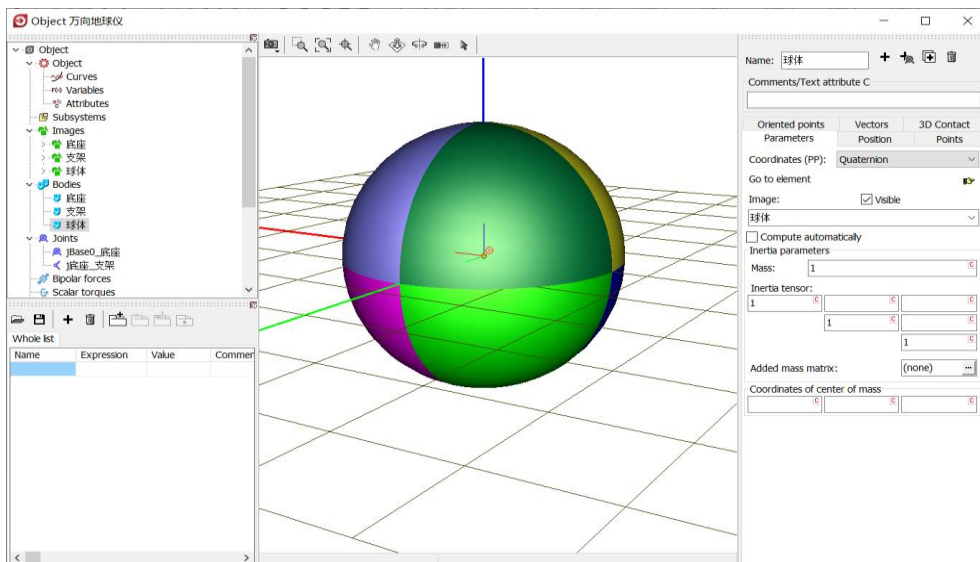

图 2-31
- 5) 在交互界面顶部 **Name** 处将该刚体重名为**球体**，在 **Parameters** 页面下部 **Mass** 处定义质量（国际单位：kg）为 **1**，在 **Inertia tensor** 处定义刚体相对其惯性主轴的转动惯量（国际单位： $\text{kg} \cdot \text{m}^2$ ）分别为 **1**，**1**，**1**，如图 2-31。